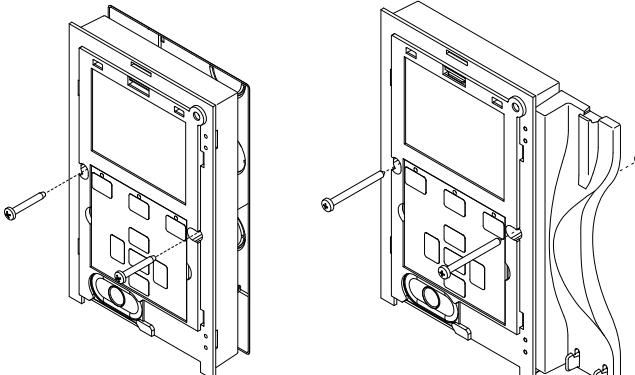

Fig. 3
3. Come mostrato in **Fig. 3**, effettuate tutte le connessioni, procedere al fissaggio del videocitofono alla scatola da incasso tramite le 2 viti fornite a corredo con l'ausilio di un giravite a croce;
**Per evitare malfunzionamenti, evitare di serrare eccessivamente le viti di fissaggio mostrata nella Fig. 3.**